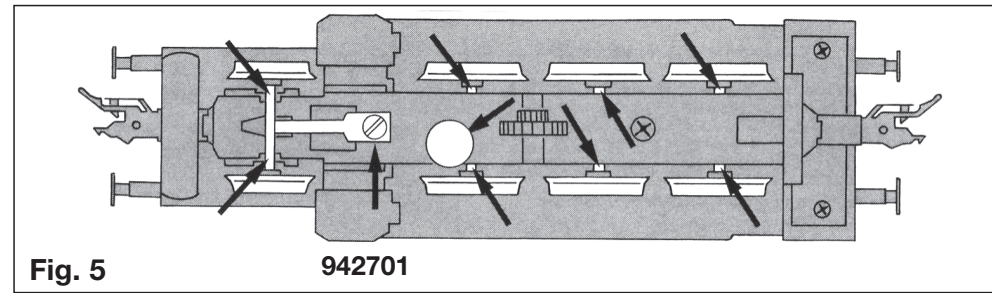

Fig. 5
**Kontaktmagneterne 942701** kan monteres på de viste steder (Fig. 5).
I magneti **942701** devono essere posizionati solo nel punto indicato (fig. 5).
An der markierten Stelle kann der **Schaltmagnet 942701** eingebaut werden (Fig. 5).
The **switching magnet 9427** can be positioned in the location marked (Fig. 5).
Un **aimant de commande 942701** se place dans l'emplacement prévu (fig. 5).
Op de gemarkeerde plaats kan een **schakelmagneet 942701** worden bevestigd (fig. 5).